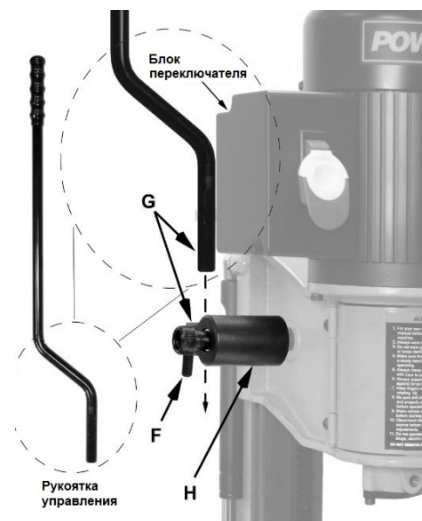

Рис. 4
Вставьте рукоятку управления (G, Рис. 4) в опорную втулку (H).